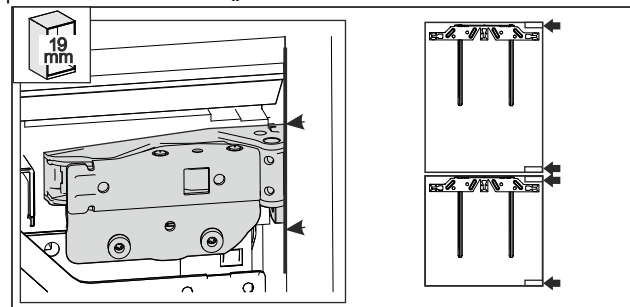

Fig. 54 *
- ▶ Ściana boczna mebla o grubości 19 mm: przednia krawędź zawiasów jest wyrównana do przedniej strony ściany bocznej mebla. Fig. 54 ()